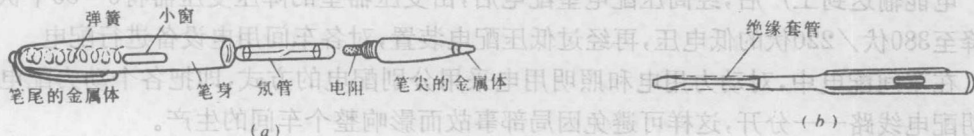

图2-1 低压验电器
①低压验电器 低压验电器又称测电笔(简称电笔),有钢笔式和螺丝刀式(又称旋凿式或起子式)两种。如图2-1所示。
钢笔式低压验电器由氖管、电阻、弹簧、笔身和笔尖等组成,如图2-1(a)所示。